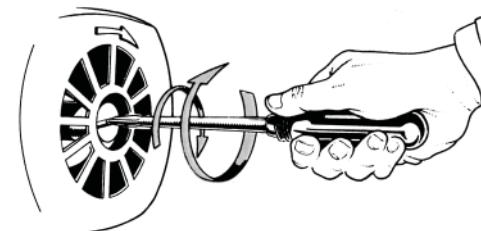

Figura 4: Desbloquear eje
| | Motor bloqueado | Desbloquee el eje (figura 4) |
- Compruebe que el eje de la bomba gire libremente y no esté bloqueado (figura 4).